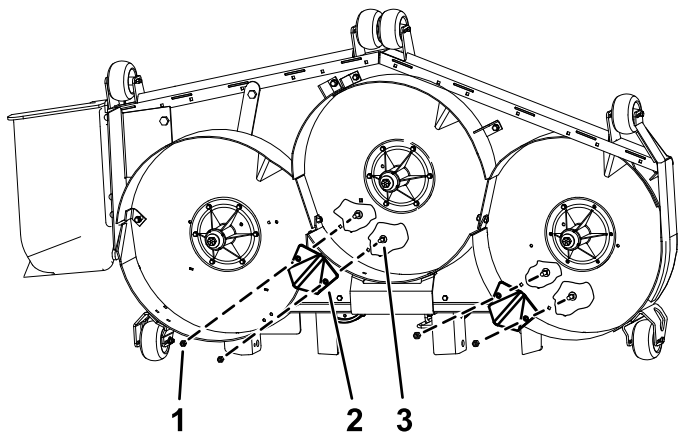

Bild 5
1. Entfernen Sie die vorhandenen Schrauben und Muttern in den Löchern für die Ablenkbleche (Bild 5).
2. Bringen Sie die Ablenkblech an der in Bild 5 dargestellten Stelle am Mähwerk an.
3. Befestigen Sie die Ablenkbleche mit vier Schlossschrauben ($\frac{5}{16}$ " x 1") und vier Sicherungsmuttern ($\frac{5}{16}$ "), wie in Bild 5 dargestellt.